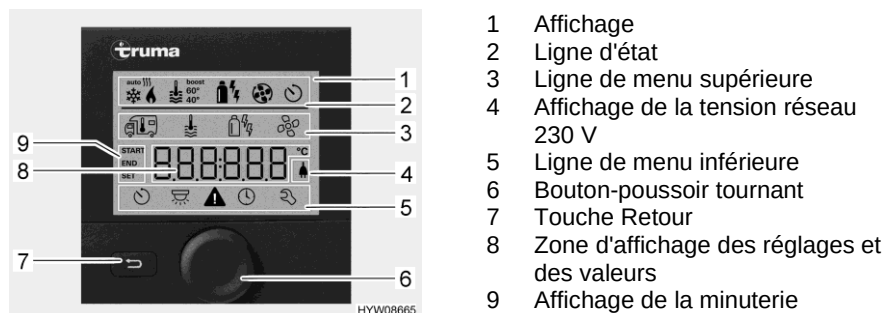
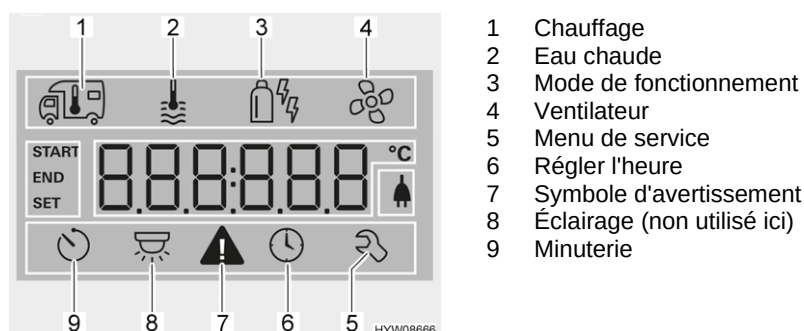

Fig. 78 Unité de commande avec affichages
Fig. 79 Écran (unité de commande)
- Ligne d'état (Fig. 78,2)
- Ligne de menu supérieure (Fig. 78,3)
- Zone d'affichage (Fig. 78,8)
- Ligne de menu inférieure (Fig. 78,5)
- Appuyer sur le bouton-poussoir tournant (Fig. 78,6) pendant env. 3 secondes. Les deux lignes de menu (Fig. 78,3 et Fig. 78,5) sont affichées. Le premier symbole clignote.
- Tourner le bouton-poussoir tournant (Fig. 78,6) jusqu'à ce que le symbole de menu désiré clignote.
- Appuyer sur le bouton-poussoir tournant pour enregistrer la valeur réglée. Si la valeur réglée à l'origine ne doit pas être modifiée : Appuyer sur la touche Retour (Fig. 78,7).
- Tourner le bouton-poussoir tournant (Fig. 78,6) jusqu'à ce que le symbole de menu du chauffage (Fig. 79,1) clignote.
- Appuyer sur le bouton-poussoir tournant pour enregistrer la valeur réglée. Le symbole clignote dans la ligne d'état (Fig. 78,2) jusqu'à ce que la température ambiante réglée soit atteinte. Si la valeur réglée à l'origine ne doit pas être modifiée : Appuyer sur la touche Retour (Fig. 78,7).
- Tourner le bouton-poussoir tournant (Fig. 78,6) jusqu'à ce que le symbole de menu de l'eau chaude (Fig. 79,2) clignote.
- Appuyer sur le bouton-poussoir tournant pour enregistrer la valeur réglée. Le symbole clignote dans la ligne d'état (Fig. 78,2) jusqu'à ce que la température d'eau chaude réglée soit atteinte. Si la valeur réglée à l'origine ne doit pas être modifiée : Appuyer sur la touche Retour (Fig. 78,7).
- Tourner le bouton-poussoir tournant (Fig. 78,6) jusqu'à ce que le symbole de menu de mode de fonctionnement (Fig. 79,3) clignote.
- Appuyer sur le bouton-poussoir tournant pour enregistrer le mode de fonctionnement réglé. Si le réglage d'origine ne doit pas être modifié : Appuyer sur la touche Retour (Fig. 78,7).
- Tourner le bouton-poussoir tournant (Fig. 78,6) jusqu'à ce que le symbole de menu du ventilateur (Fig. 79,4) clignote.
- Tourner le bouton-poussoir tournant (Fig. 78,6) jusqu'à ce que le symbole de menu de la minuterie (Fig. 79,9) clignote.
- Appuyer sur le bouton-poussoir tournant. La minuterie est activée. Le symbole de la minuterie (Fig. 79,9) clignote quand cette dernière est programmée et active.
En cas d'avertissement, le symbole correspondant (Fig. 79,7) clignote. Le chauffage continue de fonctionner. Le symbole d'avertissement s'éteint de lui-même quand il ne s'agit que d'un dérangement passager.